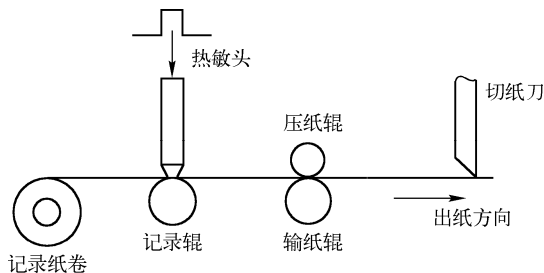

图3-4 热敏记录结构示意图
(1) 热敏记录方式。绝大多数三类热敏传真机都是用热敏记录方式来恢复图像得到传真副本的。热敏记录是由热敏记录纸与热敏打印头（或称感热记录头）紧密接触来完成的。当热敏记录纸紧贴着热敏头上热量受控于图像信号的一排微小的发热器件（发热阻体）移动时，纸上对应于各发热电阻的点温度瞬时升高变成黑色，其他部分仍为白色，这样一幅与发送端完全相同的记录图像就逐步形成了，如图3-4所示。